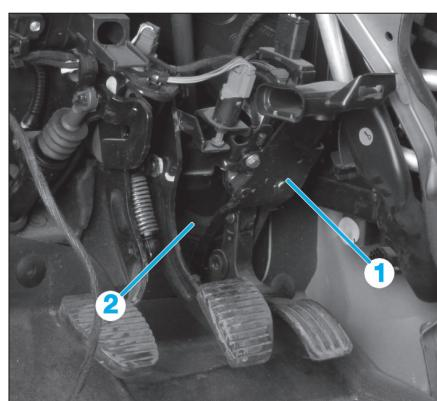
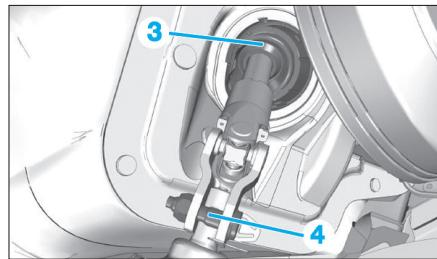
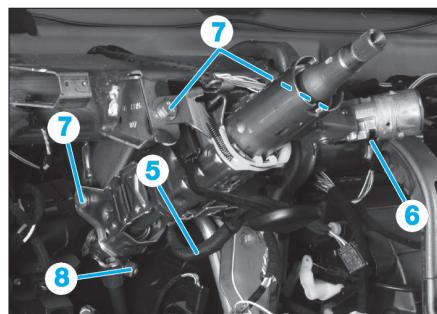

Fig. 5
Fig. 6
Fig. 7
*Il est possible de seulement déposer la partie supérieure de la colonne de direction (Fig.7). Pour cela, déposer la vis (8) de l'axe intermédiaire de la colonne de direction.*
- Déposer l'ensemble pédale accélérateur (1) (Fig.5).
- Dégager le joint situé derrière la pédale d'accélérateur (2).
- Dégager le joint (3) (côté compartiment moteur) (Fig.6).
- Déposer la vis et l'écrou (4).
- Dégager le faisceau électrique (5) (Fig.7).
- Débrancher le connecteur (6) de l'antivol de direction.